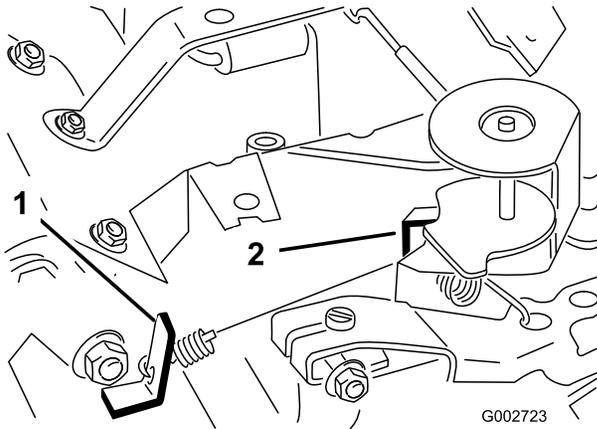

図 37
3. 長足アイドル・スプリング・アンカーの耳 (図 37) を曲げて、エンジン速度を 1725±50 RPM に調整する。タコメータで速度を確認する。
5. スロットル・コントロールをFAST位置とする。高速アイドル・スプリング・アンカーの耳(図 37)を曲げて、エンジン速度を 3400±50 RPM に調整する。